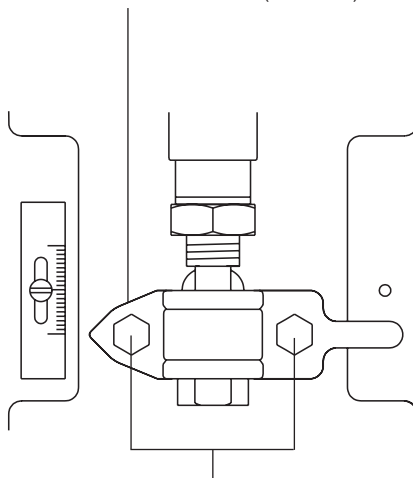

Abb. 5
- Den Steuersignaldruck beaufschlagen, der erforderlich ist, um die Spindel in die Mittelstellung zu verstellen (Abbildung 5). Das Antriebsjoch über der Ventilspindel platzieren und auf dem Ansatz des Gehäuses absetzen. Die Befestigungsmutter von Hand anziehen.
- Das Steuerluftsignal freigeben. Die vorderen und hinteren Klemmen (**13** und **14**) wie in Abbildung 5 dargestellt montieren.